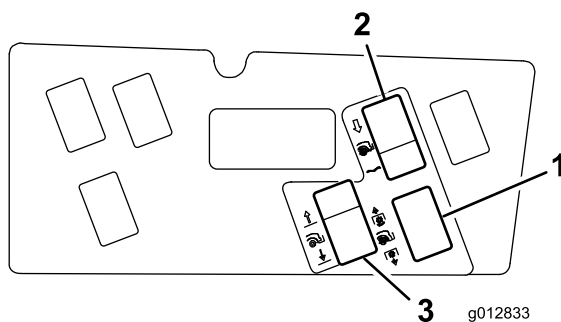

Figura 29
10. Limpie la superficie del panel de control, y coloque la pegatina alrededor de los huecos (Figura 29).
11. Introduzca los interruptores en los huecos de montaje correspondientes (Figura 29).